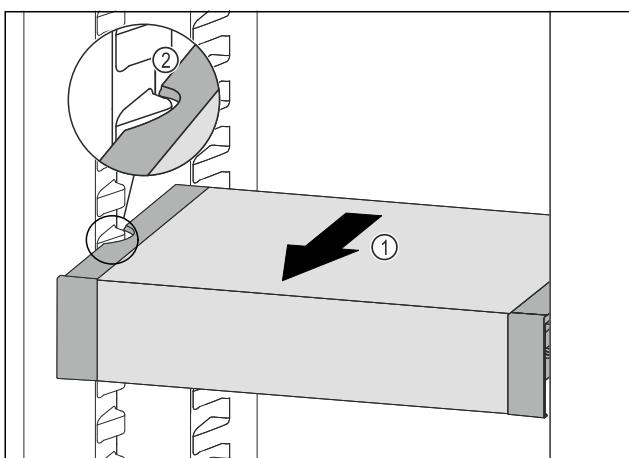

Fig. 96
► Потягнути VarioSafe вперед Fig. 96 (1), поки бокові заглиблення VarioSafe не опиняться на рівні ребра для ємності в охолоджувальному відділенні. Fig. 96 (2)